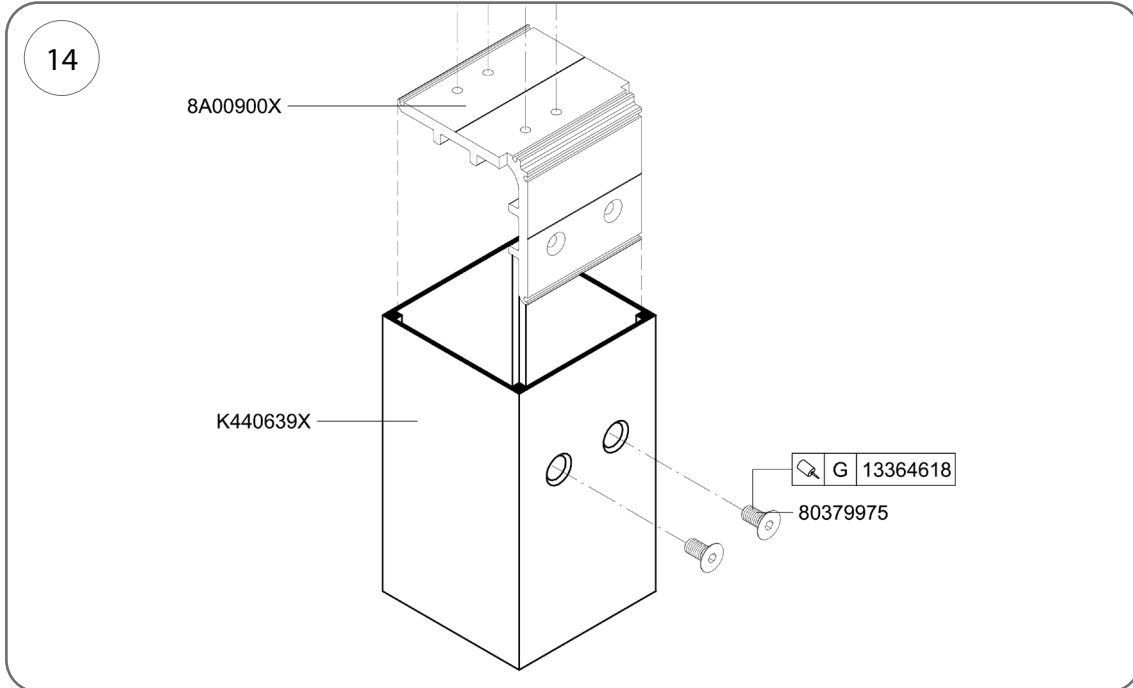

Рис. 14
1. Прикріпіть з'єднувач колони, кат. № 8A00900X, як показано на рис. 14.